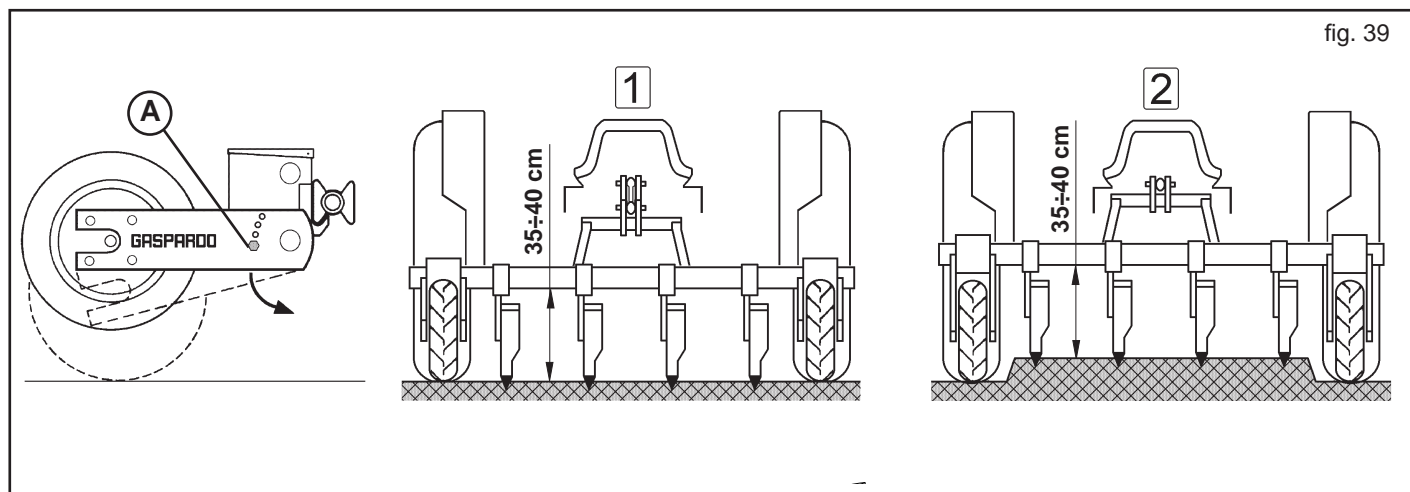

fig. 39
- Sfilare la vite (A, Fig. 39);
- Ruotare il supporto ruota finché l'indice (B, Fig. 39) si trovi in corrispondenza della vite (C, Fig. 39);